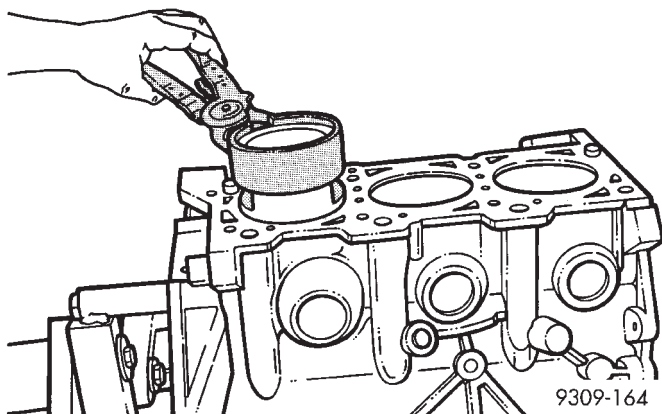

Fig. 94 Pistón—instalación
(3) Sumerja la culata y los aros del pistón en aceite de motor limpio, deslice el compresor del aro sobre el pistón y ajuste. **Asegúrese de que la posición de los aros no varíe durante esta operación.**
(4) Instale los protectores de perno de biela sobre éstos.
(5) Gire el cigüeñal de manera tal que el gorrón de biela se encuentre en el centro del diámetro interno del cilindro. Inserte la biela y el pistón en el diámetro interno del cilindro y guíe la biela sobre el gorrón del cigüeñal.
(6) Instale el conjunto de pistón y biela con la letra de dirección situada en la parte superior del pistón y la flecha orientada hacia la rueda dentada del árbol de levas.
(7) Golpee levemente el pistón en el diámetro interno del cilindro, con el mango de un martillo. Simultáneamente, guíe la biela hasta su posición en el gorrón de biela (Fig. 94).
(8) Instale las tapas de biela. Instale las tuercas sobre los pernos de biela, limpios y lubricados, y apriételas con una torsión de 52 N·m (38 lbs. pie).